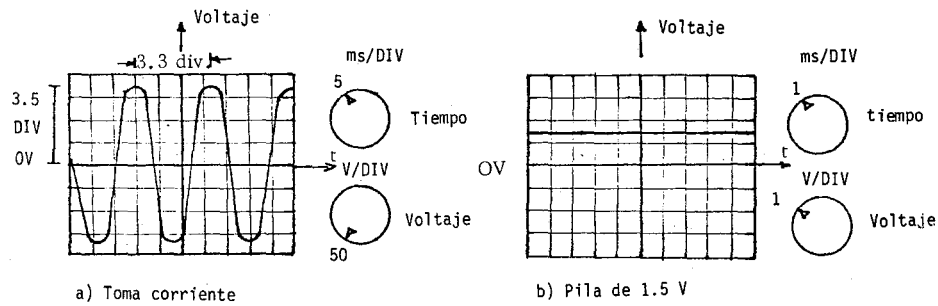

FIGURA 7
- c) Lectura de voltaje. En la figura 7, se dan dos ejemplos de forma de onda; y también se indica la posición de los selectores de voltaje y tiempo; así como la referencia a 0 volts.
En el caso "a" de la figura 7, se tiene el voltaje de la toma de corriente, que según se ve en la figura es alterno. Colocamos la palanca 0-AC-DC, en posición DC continua (si colocamos en DC, la señal queda igual, pues no tiene componente) y contamos las divisiones hasta el valor máximo, es decir, 3 divisiones y media. La indicación del selector es de 50 V/DIV, por lo que el valor máximo es:
Para el caso de la figura 7.b, no podemos asignarle frecuencia, pues la señal no es periódica.